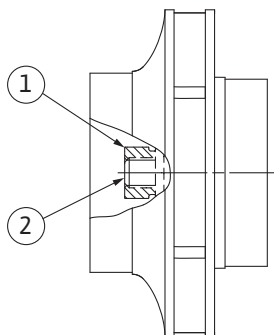

Fig. 107: Правилно положение на гайката на работното колело след монтажа
8. С гаечен ключ (оптимален размер на ключа 22 mm) фиксирайте вала и затегнете гайката на работното колело със зададения момент на затягане (виж таблица „Моменти на затягане“ [► 31]). Гайката (Fig. 107, поз. 1) трябва да лежи около $\pm 0,5$ mm в една и съща равнина с края на вала (Fig. 107, поз. 2). Ако случаят не е такъв, развийте гайката и повторете стъпки на действие 4 ... 8.